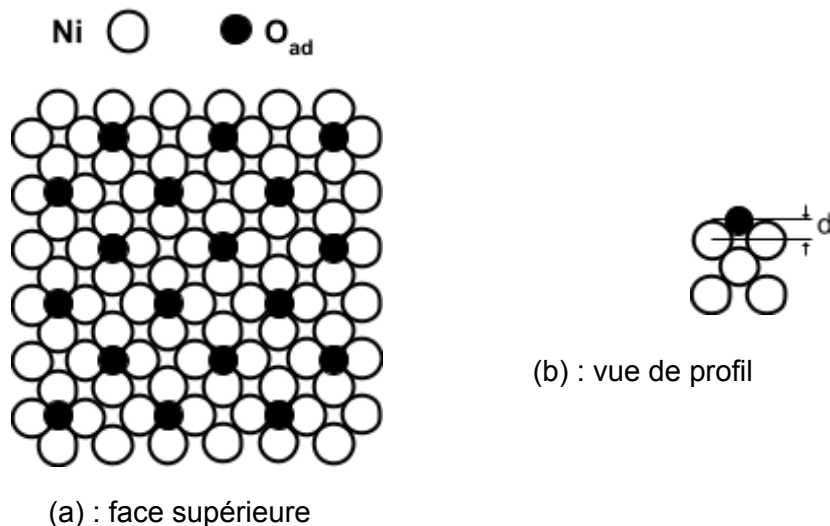

Figure 2.
La figure 2(a) représentée à partir de clichés de diffraction des électrons lents (L.E.E.D.) décrit la toute première phase d'adsorption du dioxygène sur un plan appelé (001) du nickel, qui correspond simplement à la face supérieure (ou plan XY) de la maille cubique.
La figure 2(b) montre une coupe de la maille cubique par un plan vertical (YZ) passant par O_{ad} et deux atomes Ni.